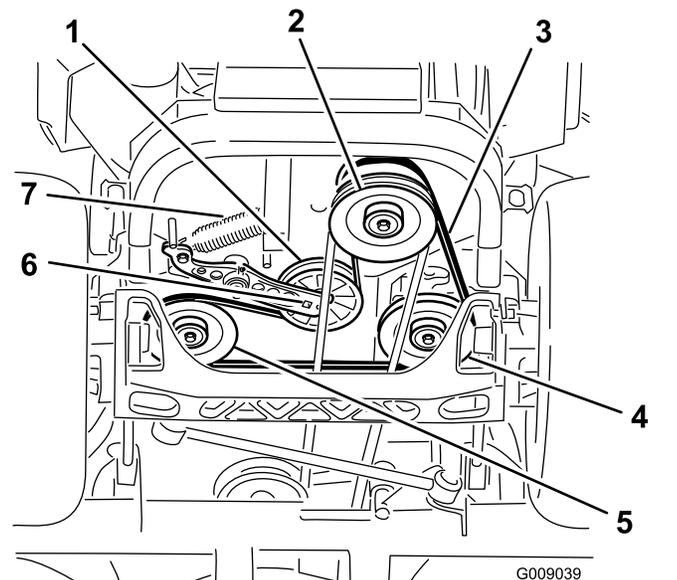

Рисунок 93
4. Поднимите машину и установите ее на подъемные опоры (Рисунок 93).
5. Вставьте ключ с храповым механизмом в квадратное отверстие в рычаге натяжного ролика, чтобы снять пружину натяжного ролика (Рисунок 93).
6. Снимите пружину натяжного ролика с рамы (Рисунок 93).
9. Вставив ключ с храповым механизмом в квадратное отверстие в рычаге натяжного ролика, установите пружину натяжного ролика на раму (Рисунок 93).